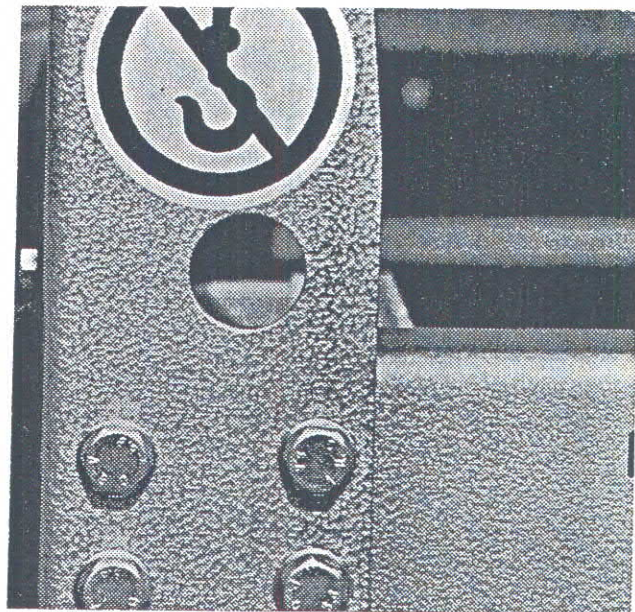

Bild 1: Befestigungsöse (9). Diese **ösen** dienen **nicht zum Anheben** der Geräte
An jedem Kühlgerät sind seitlich Bohrungen (9) angebracht - Bild 1. Sie dienen zur Befestigung bei Transporten. **Achtung! Kühlgeräte dürfen hier auf keinen Fall angehoben werden! Zum Heben mit Kränen sind die Zugvorrichtungen nur unter dem Gestell anzusetzen!**